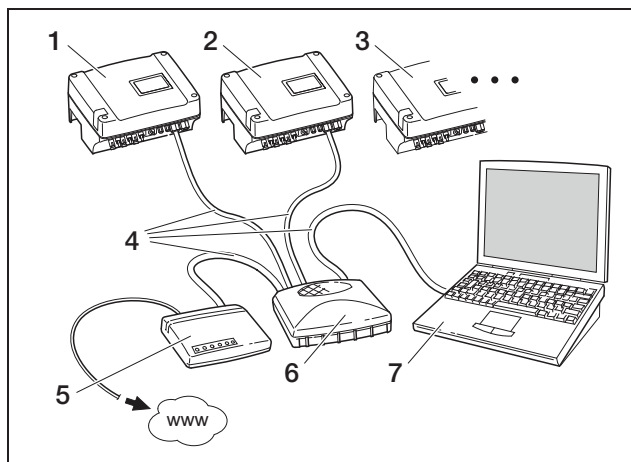

Abbildung 75: Kommunikationsboard I: Netzwerkeinstellungen mit automatischer Netzwerkkonfiguration bei externem DSL-Router (☉ Auto-IP / DHCP, ☑ externer Router)
- Die Option „Auto-IP / DHCP“ ist für die meisten Anwendungsfälle geeignet (Abbildung 75 bzw. 76).